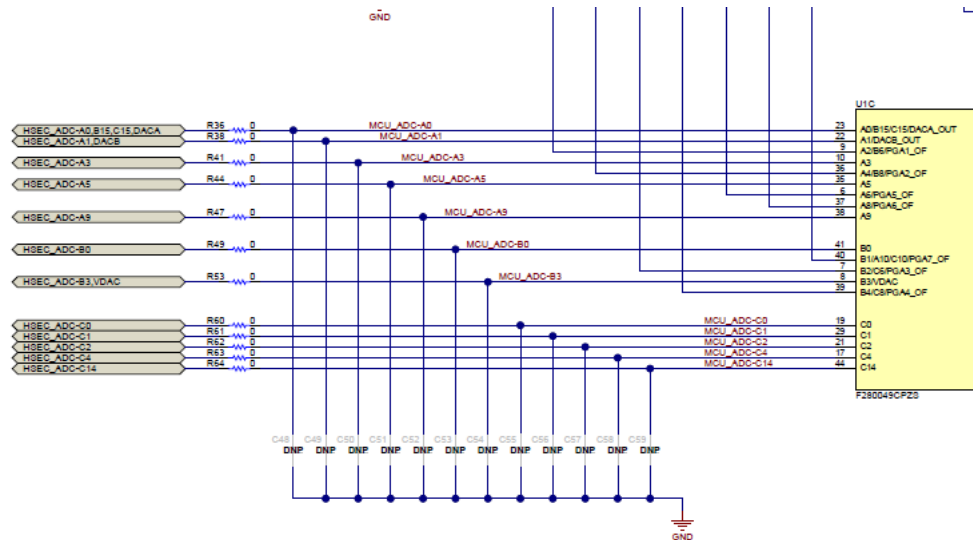

图 4-4. 显示默认 R 和 C 值的部分原理图
板载电阻器和电容器：默认情况下（图 4-4）ADC 引脚的所有内联电阻器都是简单的 $0\ \Omega$ 分流电阻器，所有连接至接地平面的电容器均未组装。虽然此电路可用于为 ADC 输入提供电压，但需要根据电压源的特性组装电阻器 (R) 和电容器 (C)。请参考 ADC 输入模型，ADC 输入有自己的 RC 网络，由内部采样保持电容器、开关电阻和寄生电容组成。通过改变直列式电阻和并联电容，可以优化输入电路，从而协助稳定时间和/或对输入信号滤波。最后，一般建议使用 $\pm 0\ \text{PPM}/^\circ\text{C}$ (NP0/C0G) 电容器，因为这种电容器在整个温度和输入频率方面的稳定性比其他类型的电容器更好。